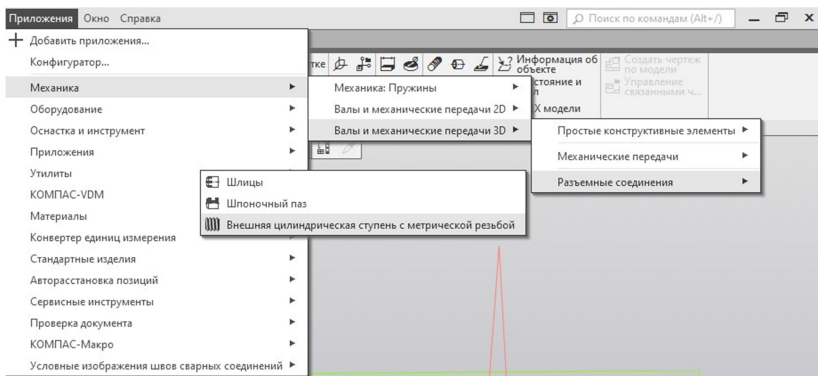

Рисунок 2. Вкладки для построения наружной резьбы через *Механику*
1. В панели необходимо выбрать вкладку *Приложения*, а затем из списка открыть поочередно: *Механика – Валы и механические передачи в 3D – Разъемные соединения – Внешняя цилиндрическая ступень с метрической резьбой* (рисунок 2).